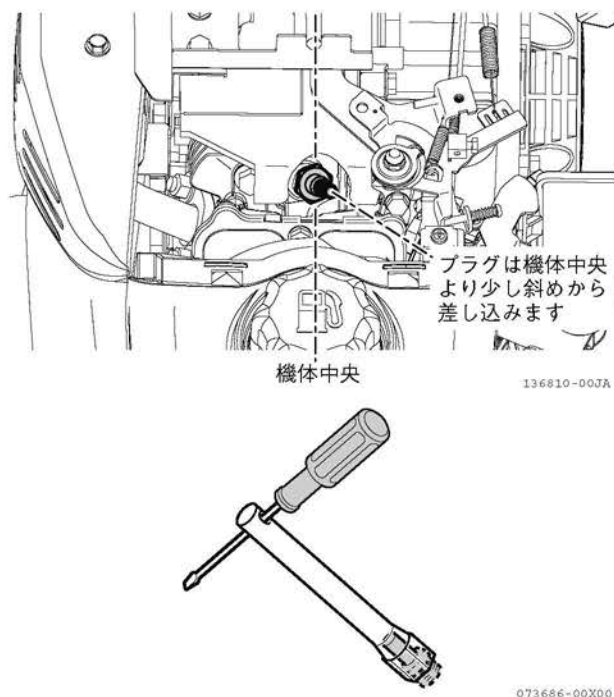

図 4-39 プラグレンチとドライバー
3. 付属のプラグレンチを使用して点火プラグをエンジンから外します。プラグレンチはお手持ちのドライバーなどと合わせて使用します。(図 4-39)
点火プラグを取り付けるときは、ねじ山をつぶさないように、はじめに手で締め込んでから、プラグレンチで締め付けてください。(図 4-39)